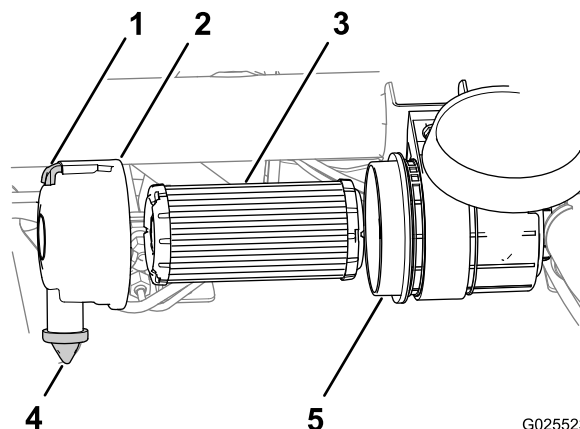

図 50
1. ラッチを引いて外し、カバーを左にひねってボディからははずす 図 50。
3. ハウジングからエアフィルタを外す 図 50。
4. エアフィルタのカバーとハウジングの内部をきれいに拭く 図 50。
5. カバーについているゴム製のダストバルブを取り外す 図 50。
6. エアクリーナのカバーについている異物排出ポートとダストバルブの内部を清掃し、ダストバルブを元通りに取り付ける 図 50。